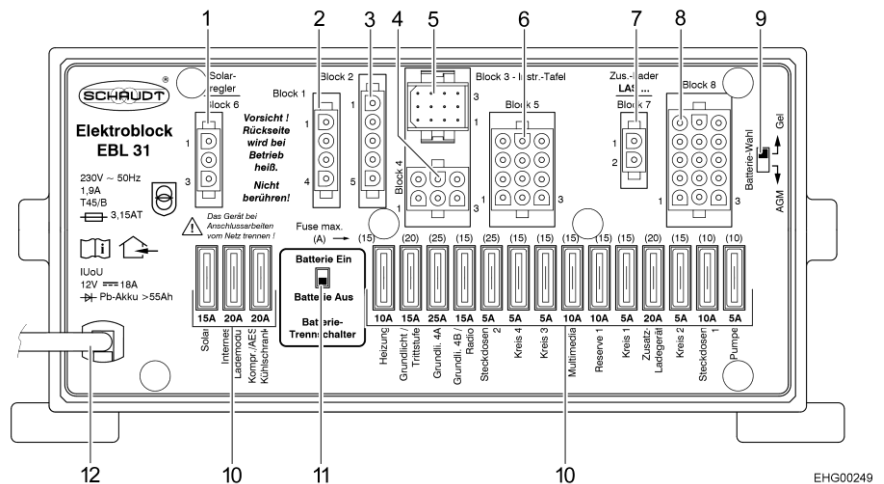

Fig. 84 Bloque eléctrico (EBL 31)
- ▷ Los consumidores, como el propio bloque eléctrico, el panel, la calefacción, el regulador de carga solar (si está presente) y otros aparatos, consumen una pequeña cantidad de corriente standby y, por tanto, descargarán la batería del habitáculo con el tiempo. Por ello, situar el separador de batería (Fig. 84,11) en el bloque eléctrico en "Batterie Aus" (batería Off), cuando el vehículo no se utilice durante un tiempo prolongado.
El regulador de carga solar sigue funcionando. Para desactivar el regulador de carga solar, debe retirarse el fusible asociado (Fig. 84,10 "Solar").